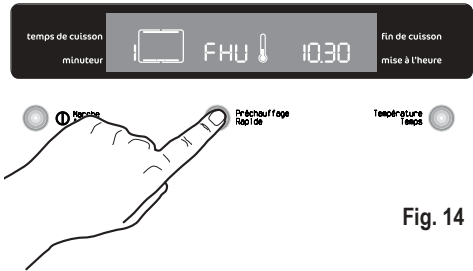

Fig. 14
1. Allumez le four en appuyant sur la touche ①.
- Appuyez sur la touche "Préchauffage rapide". La mention "FHU" apparaîtra sur l'affichage (Fig. 14).